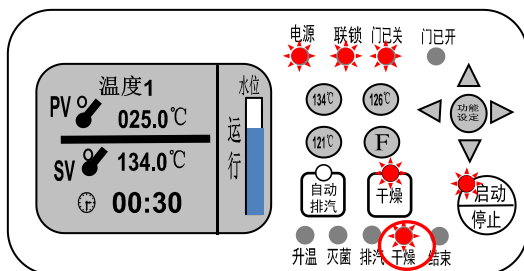

图 20
1. 灭菌倒计时结束, 先自动排汽, 再进入干燥状态。图 20